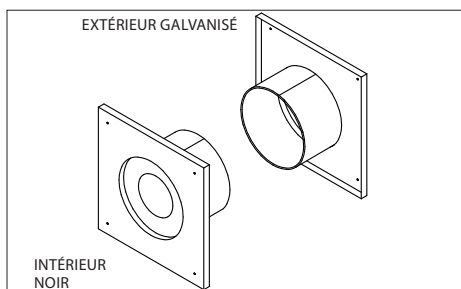

Figure 5
B. découper une ouverture carrée dans le mur selon les dimensions du **Tableau 1**. Il faut fixer la partie noire de la bague murale à l'intérieur du mur et la partie galvanisée doit être fixée au mur extérieur. La bague murale s'ajuste à des murs de 7,5 cm (3 po) à 20,3 cm (8 po) d'épaisseur (**Figure 5**);